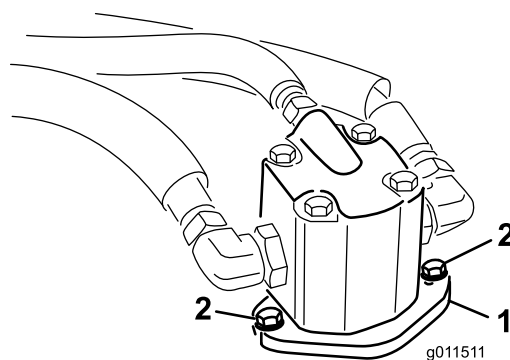

Bild 116
4. Entfernen Sie die Schrauben, mit denen der Hydraulikmotor am Mähwerk befestigt ist (Bild 116).